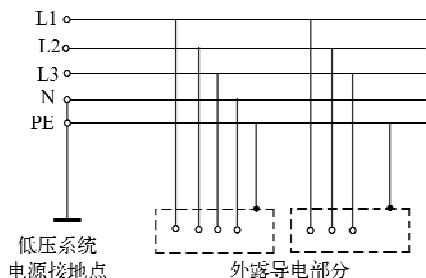

图 4-49 TN-S 系统接地
(1) TN-S 系统。整个系统的中性线与保护线是分开的,如图 4-49 所示。